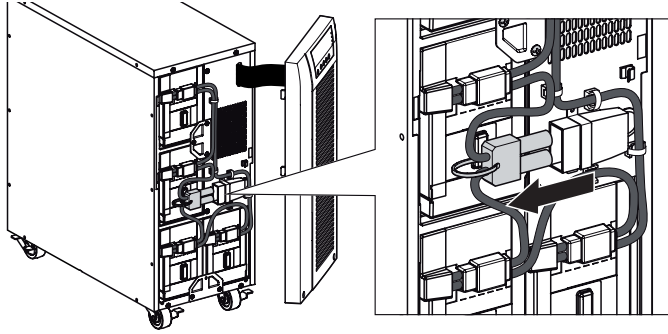

Рисунок 28. Отсоединение внутренних аккумуляторных батарей ИБП.
В том случае, если требуется транспортировка ИБП, убедитесь в том, что ИБП отключен от сети и выключен, а затем отсоедините контакт внутренней батареи ИБП (см. рис. 28 на стр. 28).
2. Отсоедините разъем внутренней батареи (см. Рис. 28).